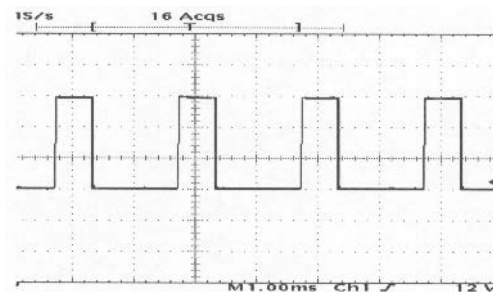

图 6-17 励磁电压输出波形
- 使用示波器检查励磁电压的正确输出（参见图 6-17） .....